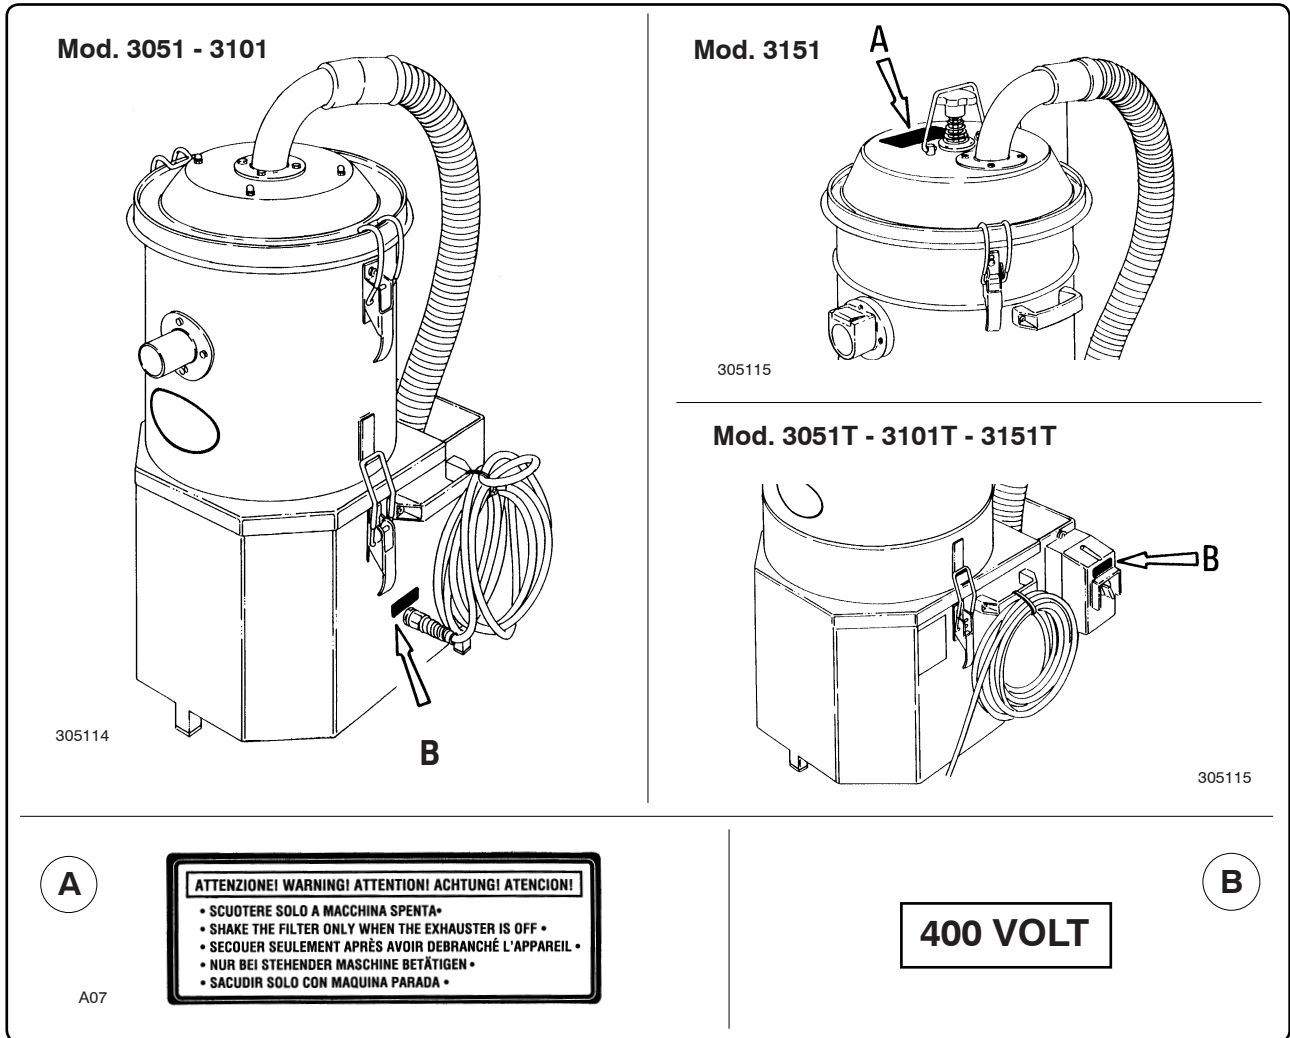

Fig. 3.2.1
3.2 - Targhe di avvertenza (fig. 3.2.1)
3.2 - Warning plates (fig. 3.2.1)
3.2 - Plaques de recommandation (fig. 3.2.1)
3.2 - Warnschilder (Abb. 3.2.1)